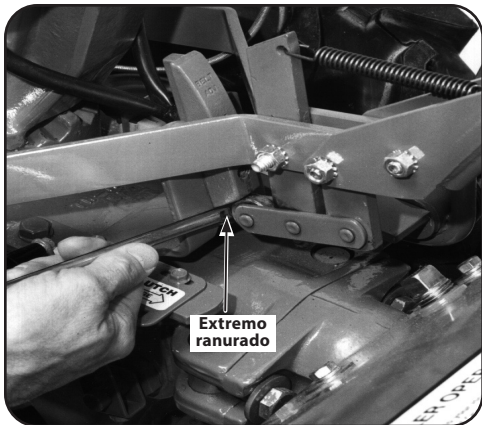

Figura 5-14
- Sin mover el rodillo de embrague, intente insertar el extremo ranurado de $\frac{1}{4}$ \" de espesor de la herramienta de ajuste de la correa entre el rodillo y el soporte vertical. El borde plano de la herramienta debe quedar de frente al rodillo. Consulte la Figura 5-14.